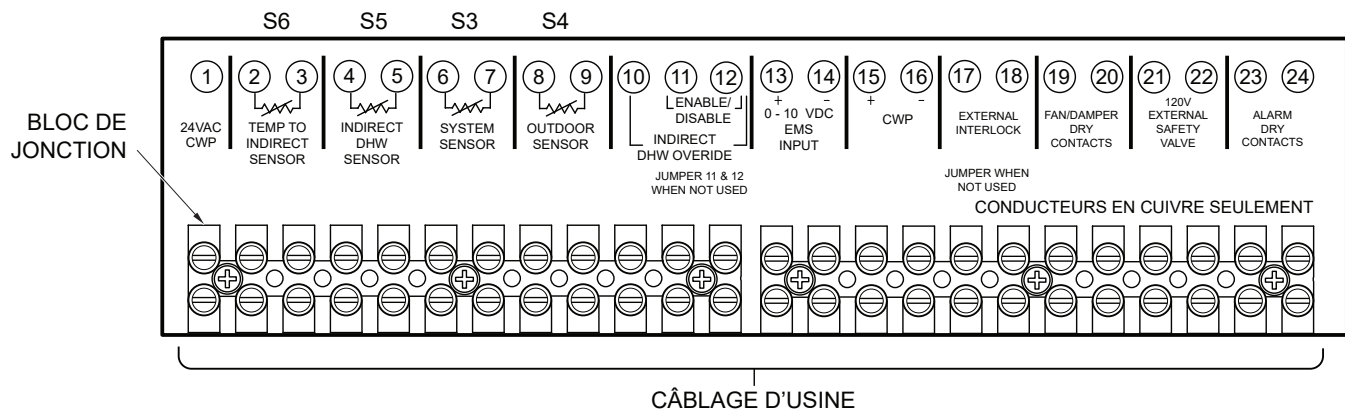

Figure 41. Câblage basse tension au chantier
Connectez le câblage aux bornes Enable/Disable (bornes 11, 12), comme illustré à la **Figure 41**, à la place du cavalier qui avait été installé à l'usine. Toute fermeture des contacts secs, notamment ceux d'un thermostat distant, reliés à ces bornes, mettra la chaudière en marche.
1. Lorsque la sonde système est utilisée, connectez ses fils aux bornes (6, 7) marquées SYSTEM SENSOR. Voir **Figure 41**.
1. Si le système doit comporter un capteur extérieur, connectez les fils du capteur aux bornes (8 et 9) marquées OUTDOOR AIR SENSOR. Voir **Figure 41**.
Connectez les fils de la sonde du chauffe-eau indirect aux bornes (4 et 5) marquées INDIRECT DHW SENSOR, voir **Figure 41**. Veillez à ce qu'aucune des bornes ne soit mise à la terre. Lors de l'utilisation de la sonde du chauffe-eau indirect pour réguler la température du réservoir, les contacts de contournement (override) du chauffe-eau indirect doivent être fermés.
La sonde S6 est uniquement utilisé en mode 3. Connectez les fils de la sonde du chauffe-eau indirect aux bornes (2 et 3Z) marquées INDIRECT DHW SENSOR, voir **Figure 41**. Veillez à ce qu'aucune des bornes ne soit mise à la terre.
2. Connectez le débitmètre de la boucle secondaire aux bornes 6 et 7 du bornier de la chaudière principale, voir **Figure 41**.
3. Connectez le capteur de température extérieur aux bornes 8 et 9 du bornier de la chaudière principale, voir **Figure 41**.
4. Connectez le câblage Enable/Disable aux bornes 11 et 12 du bornier de la chaudière principale. Cette connexion doit être fournie par la fermeture des contacts secs. Voir **Figure 41**. L'application d'une tension de 24 VCA à ces bornes entraînera la fonte du fusible de la carte PIM.